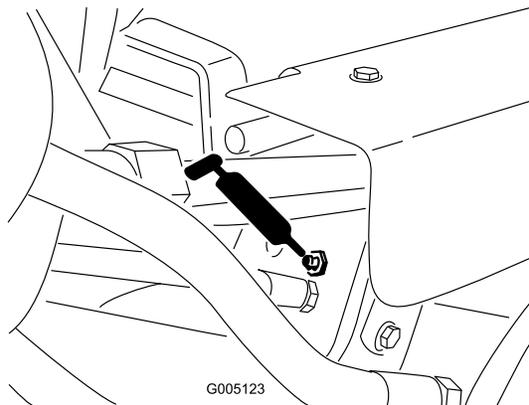

Figura 33
- Cilindros de elevação (3) (Figura 33)